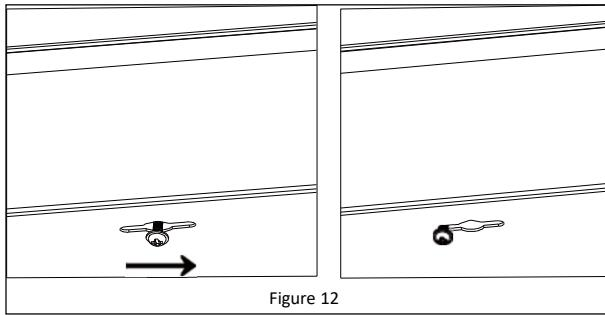

Figure 12
8. Guide the heads of the four wood screws into the keyhole slots and slide the fixture base in the direction such that the wood screw heads rest over the narrow part of the keyhole slot. Ensure that the fixture is supported and tighten the four wood screws until the fixture is secured to the mounting surface. **See Figure 12.**
8. Guidez les têtes des quatre vis à bois dans les fentes en trou de serrure et glissez la base du luminaire de façon à ce que les têtes des vis à bois soient dans la partie étroite des fentes en trou de serrure. Assurez-vous que le luminaire est soutenu et serrez les quatre vis à bois jusqu'à ce que le luminaire soit fixé à la surface de montage. Reportez-vous à la Figure 12.